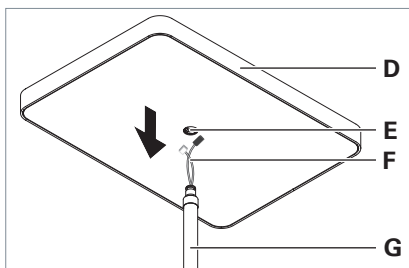

Fig. 8: Leuchtenkopf aufsetzen.
- Setzen Sie den Leuchtenkopf **D** auf das Standrohr **G** und führen Sie dabei die Leitungen **F** durch die Öffnung **E** am Leuchtenkopf, siehe Fig. 8.